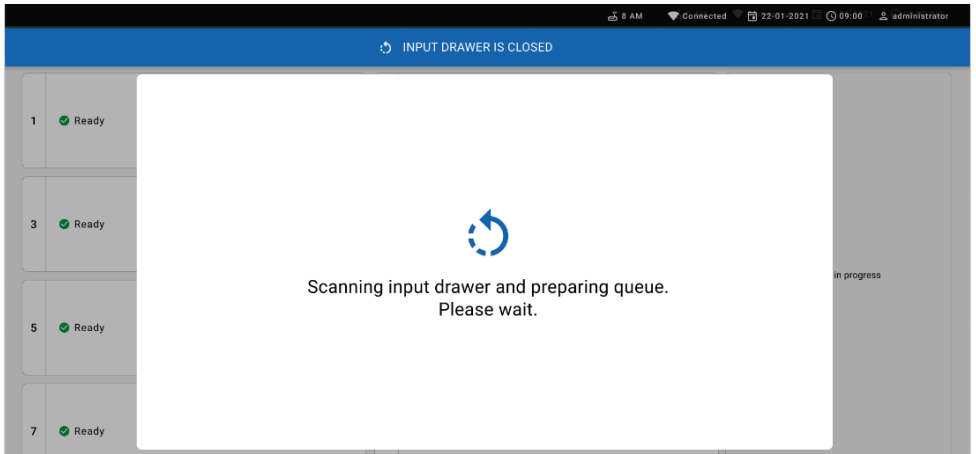

Figure 61. Écran de préparation de la file d'attente.
13. Fermez le tiroir d'entrée lorsque toutes les cartouches ont été scannées et insérées. Le système analyse les cartouches et prépare une file d'attente (Figure 61).